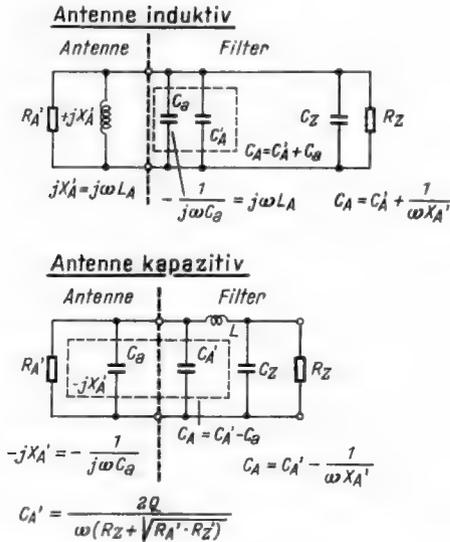

Bild 17. Zusammenfassung der Blindkomponente der Antenne mit der Eingangskapazität des Collinsfilters
Für die antennenseitige Kapazität kann man nach Formel (8) unter Einsetzen von R_A' ebenfalls einen Wert C_A' errechnen. Dieser entspricht jedoch noch nicht dem in das Filter einzusetzenden Wert, denn parallel dazu liegt die Blindkomponente $\pm jX_A'$ der Antenne (siehe Bild 17). Ist jX_A' induktiv, so muß diese Blindkomponente durch eine Zusatzkapazität mit dem Blindwiderstand $-jX_A'$ herausgestimmt, die aus Formel (8) errechnete Kapazität also um $C_A = \frac{1}{\omega \cdot X_A'}$ vergrößert werden. Ist $-jX_A'$ dagegen kapazitiv, so muß die aus Formel (8) errechnete Kapazität um $C_A = \frac{1}{\omega \cdot X_A'}$ vermindert werden.
Für die in das Filter einzusetzende Kapazität C_A ergibt sich dann (siehe Bild 17) bei Antennen mit induktiver Blindkomponente